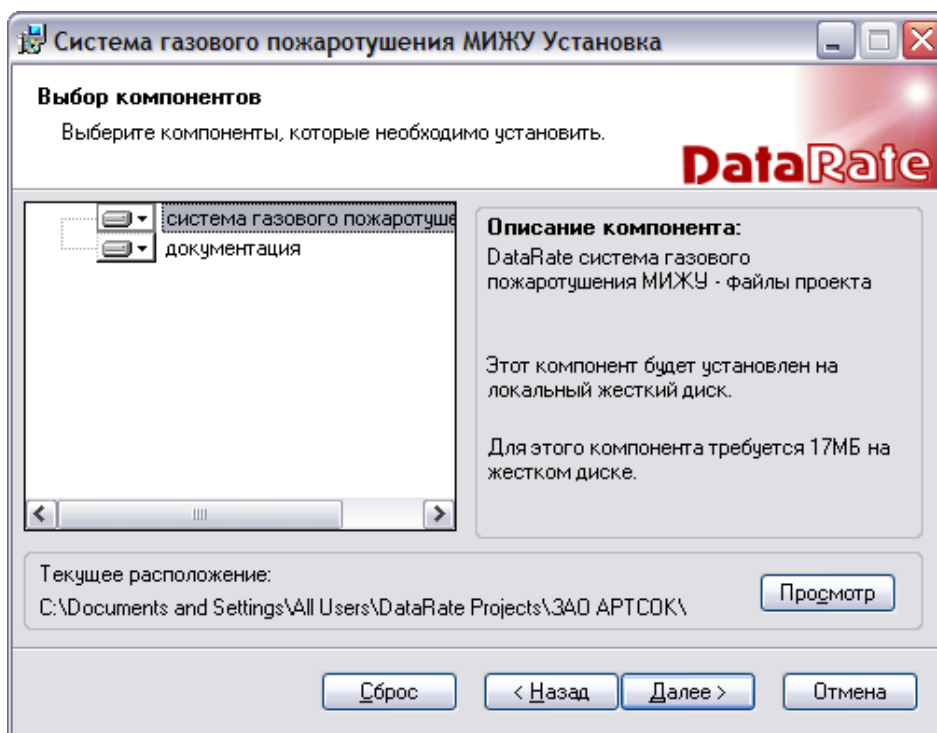

Рисунок 12 - Компоненты системы газового пожаротушения МИЖУ
- 10) Выберите устанавливаемые компоненты, задайте путь установки (кнопка «Просмотр») и нажмите «Далее» (рисунок 12).